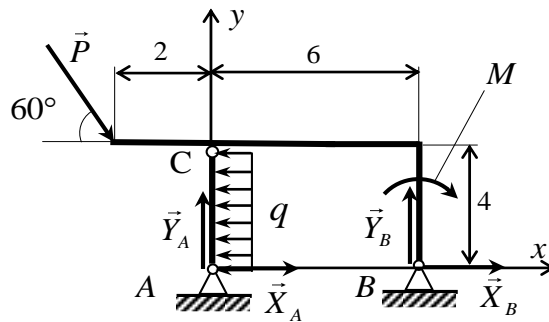

Рисунок 4
Пример 1. Конструкция состоит из двух тел, которые соединены между собой цилиндрическим неподвижным плоским шарниром C (рис. 4). Размеры приведены в метрах.
1) Запишем уравнения равновесия для системы тел как одного абсолютно твердого тела (см. рис. 4).
1) Как и во втором способе рассмотрим равновесие всей системы тел и запишем уравнения равновесия (см. рис. 4).